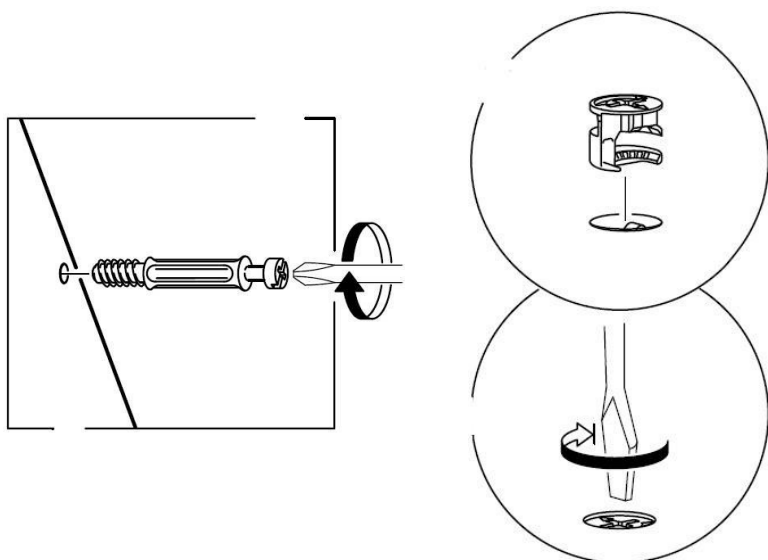
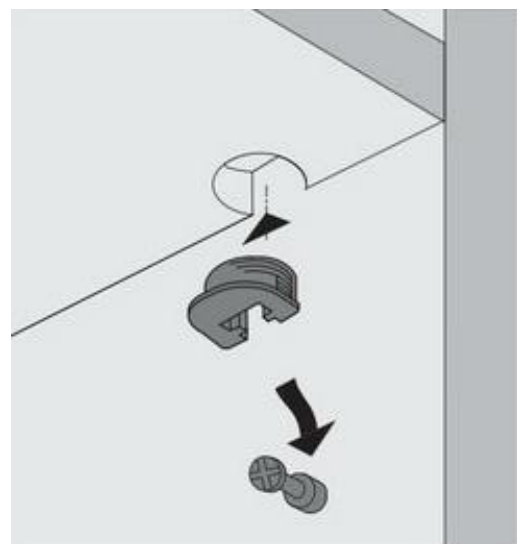

Рис. 1
Рис. 2
1. В горизонтальные щиты (6), вертикальные щиты (4), (5), задние стенки (9), (10) в имеющиеся отверстия установить эксцентрики Rastex 15\16, таким образом, чтобы стрелка была повернута в сторону отверстия в торце.
2. В установленные муфты эксцентриковых стяжек на боковых стенках (1), (2), горизонтальных щитах (6) ввернуть дюбели DU644 (длинные), в соседние отверстия установить шканты (рис.1 и схема сборки).
3. Установить на нижний щит (3) опоры с помощью шурупов 3,5x13мм.
4. Установить мебельный уголок на нижний щит (3) с помощью шурупов 3,5x13мм (схема сборки).
5. В полки (11), (12) установить врезные полкодержатели (рис. 2).
6. В отверстия диаметром 5мм на боковых стенках (1), (2), перегородке (8) ввернуть дюбели DU322 (короткие) (рис.2 и схема сборки).
7. В отверстие в кромке нижнего щита (3) установить упор для двери (полкодержатель в рубашке) (схема сборки).
8. На крышку шкафа-гардероба (40) установить упор для двери (прямоугольный) с помощью саморезов 3,5х16мм (схема сборки).